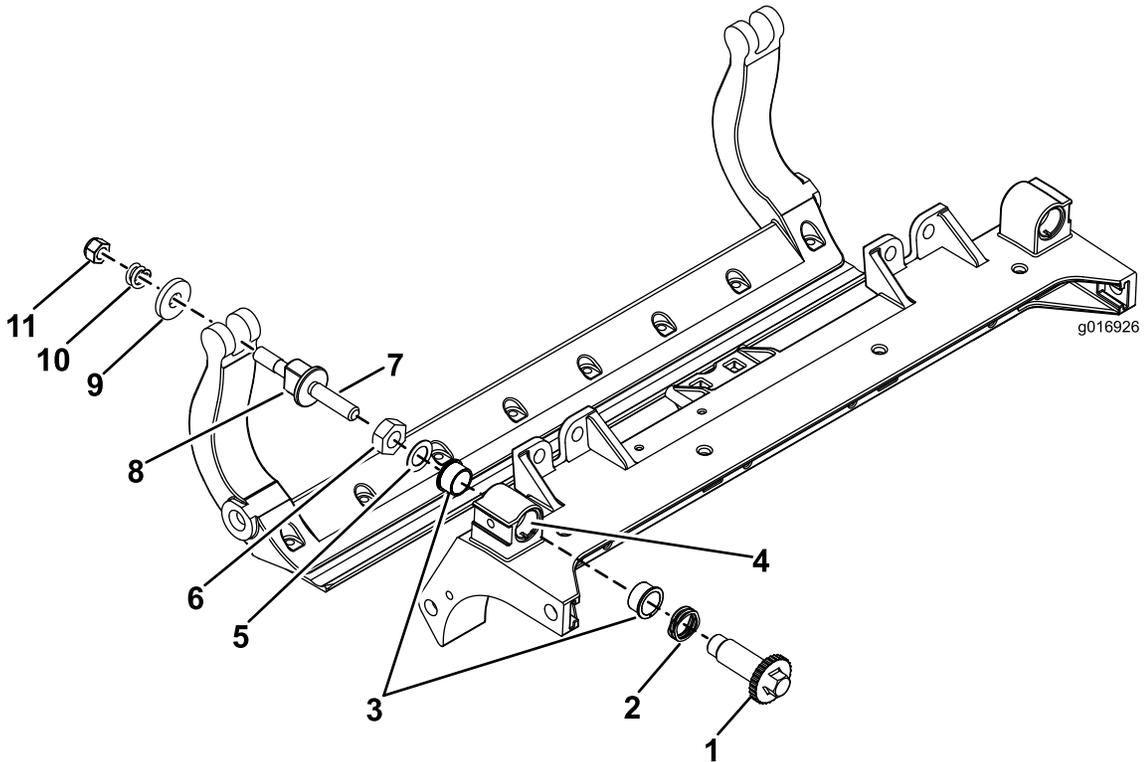

Figura 31
2. Applicare del lubrificante Never Seize all'interno dell'elemento in cui vanno montate le boccole, sul telaio centrale dell'apparato di taglio (Figura 31).
3. Allineate le chiavette sulle boccole flangiate alle scanalature sul telaio e montate le boccole (Figura 31).
4. Montate una rondella ondulata sull'albero del dispositivo di regolazione e inserite l'albero all'interno delle boccole flangiate sul telaio dell'apparato di taglio (Figura 31).
5. Fissate l'albero del dispositivo di regolazione con una rondella piana e un dado di bloccaggio (Figura 31). Serrate il dado di bloccaggio a una coppia di 20-27 Nm.
1. Rimuovete tutti i componenti (fate riferimento alle *Istruzioni per l'installazione* del kit DPA HD Modello N. 120-7230 e a Figura 31).
11. Posizionate una rondella in acciaio all'esterno di ciascuna rondella in nylon (Figura 31).
Nota: Le rondelle all'interno possono avere un gioco (Figura 31).
13. Serrate il dado su ciascun gruppo di regolazione della barra di appoggio fino a comprimere completamente la molla di compressione, quindi allentate il dado di 1/2 giro (Figura 31).